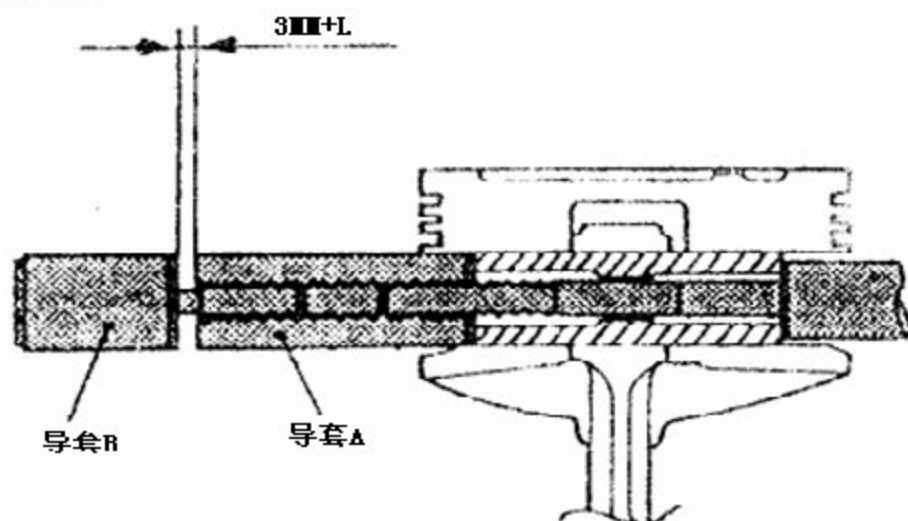

图 3-45
g). 将导套 B 拧入导套 A。两个导套之间的间隙为 3mm 加第 2 步计算所得的 L 值 (见图 3-45)